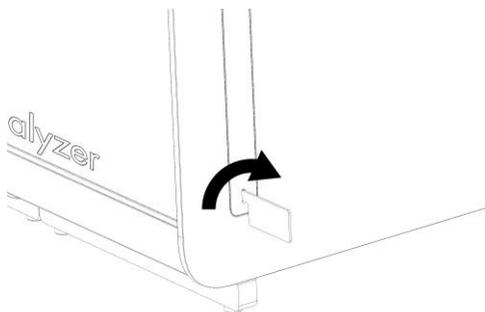

Figura 2. Removendo as coberturas de proteção.
2. Remova as coberturas de proteção da parte lateral do Módulo analítico com a Ferramenta de remoção de coberturas de proteção fornecida com o QIAstat-Dx Analyzer 1.0 (Figura 2).